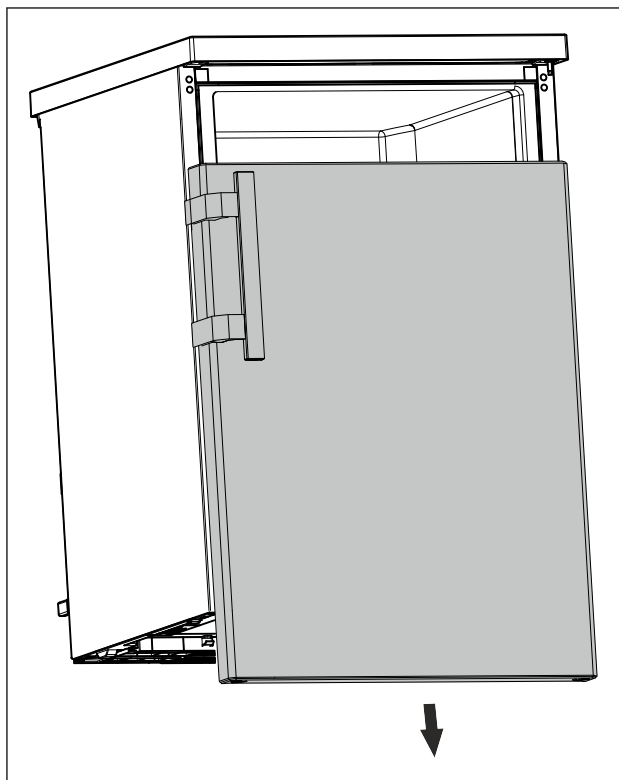

Fig. 9
- Tag døren af nedefter. (se Fig. 9)